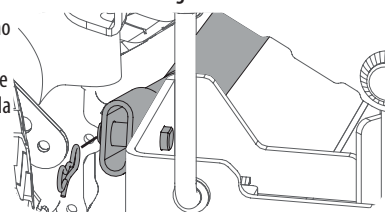

Figura 51
- Extraiga el pasador de chaveta con unión curva que está del lado derecho de la barra, que conecta la barra con el soporte de la plataforma. Consulte la Figura 51.